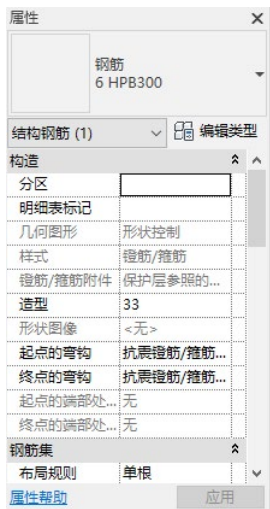
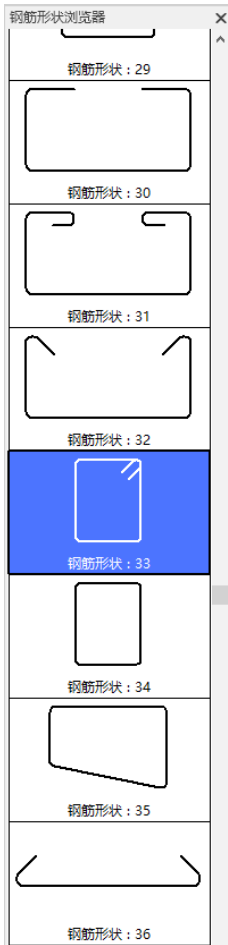

图 13-8 “属性”选项板
图 13-9 钢筋形状浏览器
(6) 在“属性”选项中选择钢筋类型，如图 13-8 所示。在“钢筋形状浏览器”中选择钢筋形状，如图 13-9 所示。